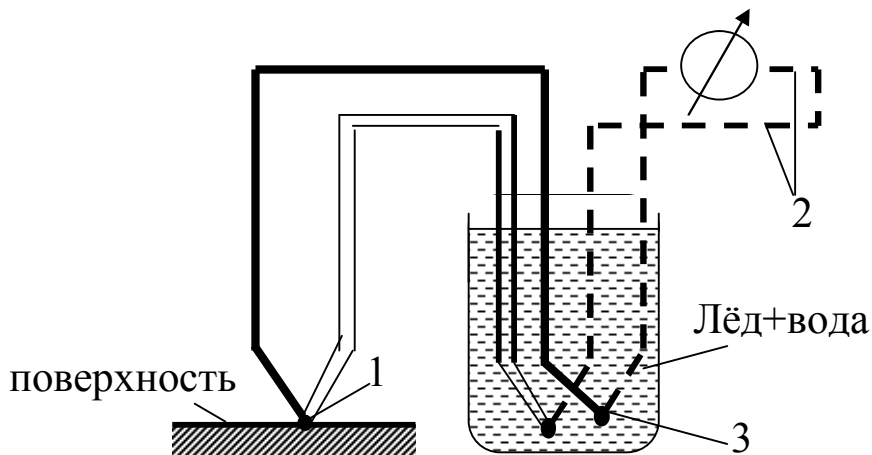

Рис.5. Схема подключения термопары к измерительному прибору
Горячий спай термопары (1) помещают в среду, температуру которой нужно измерить, а холодный спай (3) соединяют с электроизмерительным прибором (Рис.5). Обычно градуировка термопар производится при температуре холодных спаев термопары, равной 0 °С. По результатам градуировки составляются градуировочные кривые  $t=E(t,t_0)$  или таблицы (табл.1). Если при измерении температуры среды, имеющей  $t$  °С, температура холодных спаев отличается